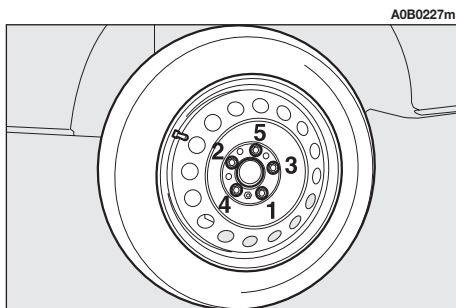

fig. 8
– Serrer à fond les boulons selon l'ordre indiqué dans la **fig. 8**, sans remonter l'enjoliveur.